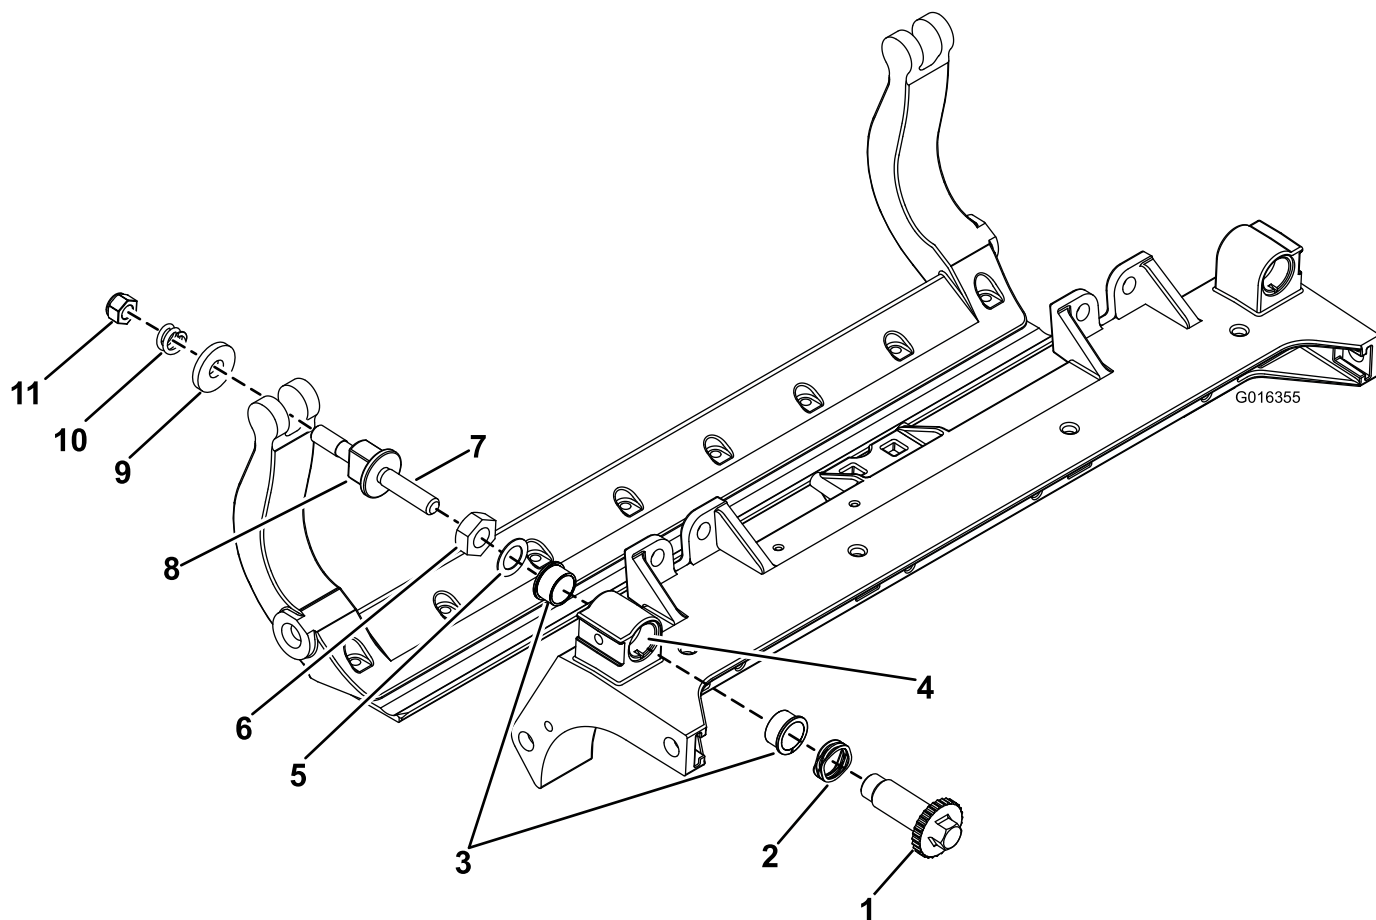

Figura 33
2. Aplique composto antigripagem no interior da área dos casquilhos na estrutura unidade de corte central (Figura 33).
3. Alinhe as chaves nos casquilhos das flanges com as ranhuras na estrutura e instale os casquilhos (Figura 33).
4. Instale uma anilha ondulada no veio do ajustador e deslize o veio para os casquilhos da flange na estrutura da unidade de corte (Figura 33).
5. Prenda o veio ajustador com uma anilha plana e uma porca de bloqueio (Figura 33). Aperte a porca de bloqueio com uma força de 20 a 27 N m.
- B. Coloque uma arruela de aço no exterior de cada uma das arruelas de nylon (Figura 33).
1. Retire todas as peças; consulte as *Instruções de instalação* do Kit DPA HD Modelo 120-7230 e Figura 33.